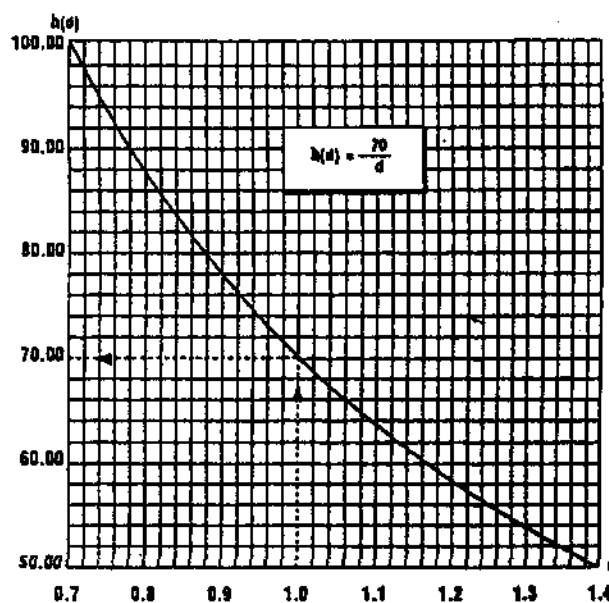

Рис. 16.
- Если плотность используемой жидкости (или разница плотностей в случае работы на интерфейсе) находится в пределах от 0,7 до 1,4: имитируйте средний уровень h (1,4) жидкости плотностью 1,4 при помощи расчетного значения уровня $h(d)$ используемой жидкости (см. график на рис. 16).